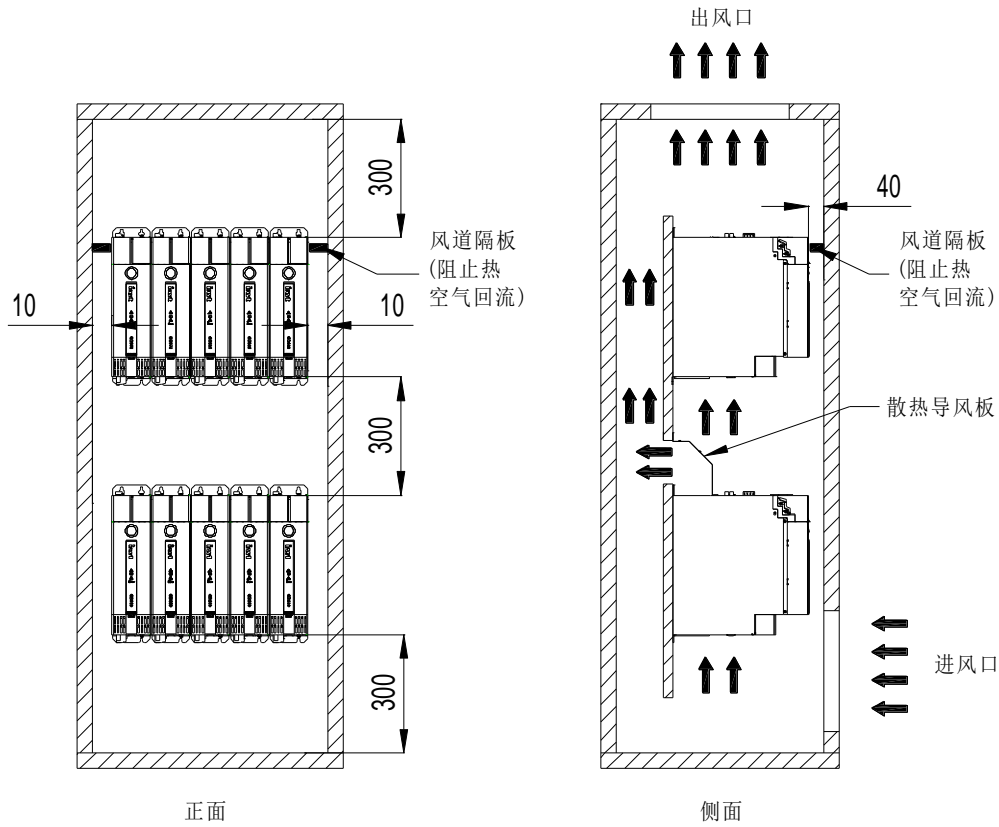

图 4.3 多台单元并排安装空间（上述尺寸为最小极限尺寸，单位：mm）
- 2、需上下安装の場合，单元周围需预留相应散热空间，以确保散热良好，请参考图 4.3。
- ◇ 在需上下安装の場合，需安装散热导风板，请参考图 4.3。
- ◇ 对被动排风（出风口不安装系统排风扇）的情况下，必须安装风道隔板，阻止热空气回流，请参考图 4.3。